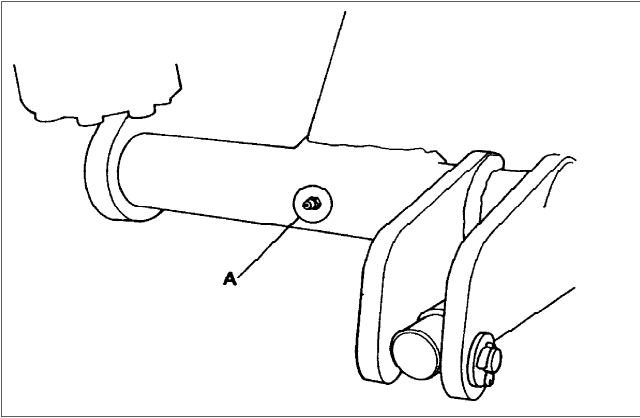

Fig.31
- (a) Lift arm pivots (A Fig.31).
- (a) Hefarm scharnieren (A Afb. 31)
- (a) Pivots de bras de levage (A fig. 31)